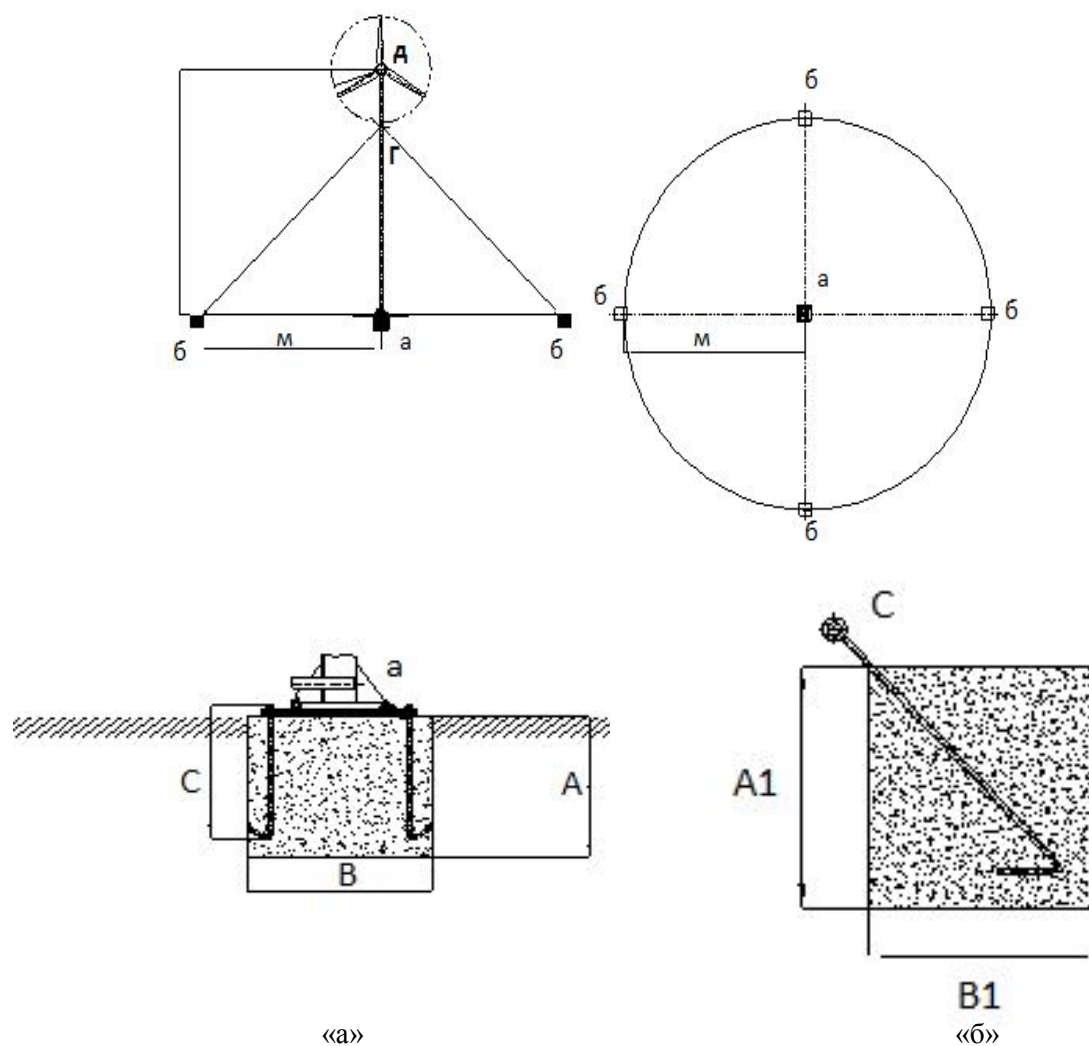

Рисунок 4
Исходя из мощности ветротурбины, нужно сделать разметку площадки под установку см. рис. 4 и таблицу 2.
Выкопать ямы (обозначены «б» и «а» на Рис.4) для заливки фундамента анкерных закладок для оттяжек мачты и основания мачты. Ямы «б» должны быть симметричные относительно друг друга, по таблице 2 выбрать размеры фундамента исходя из мощности ветрогенератора. Яму под фундамент - основание ветроустановки - выкопать исходя из мощности ветроустановки (см. таблицу 2).
1. Следуя плану бетонной основы (рис.4), выкопайте отверстия для бетонирования, размеры которых указаны в таблице 2.